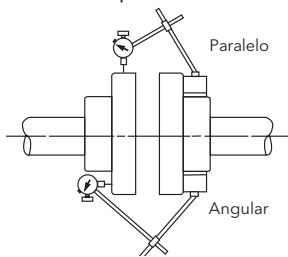

Figura 6
- Después de haber finalizado la instalación de la placa de base de la unidad montada sobre bastidor, **DEBE** verificarse el alineamiento del eje de la bomba y del motor, consulte la Figura 6, y debe reinstalarse el espaciador del acoplamiento.